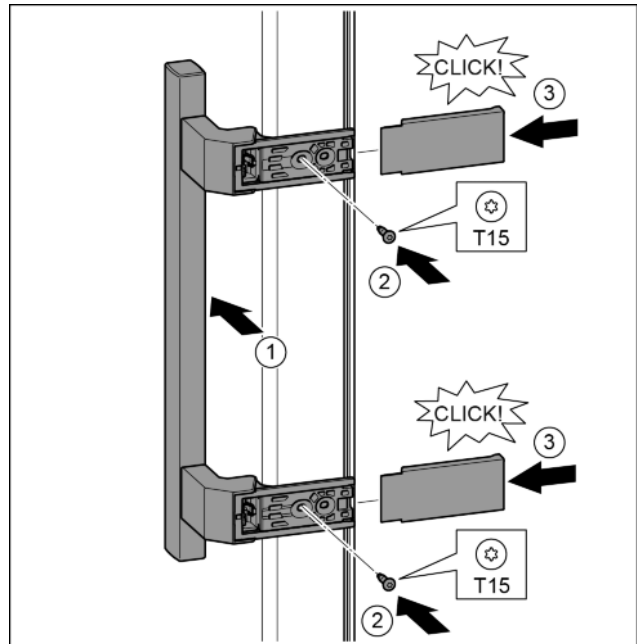

Fig. 37
- ▶ Greep op de tegenoverliggende zijde aanbrengen. *Fig. 37 (1)*
- ▶ Schroeven met schroevendraaier T15 vastschroeven. *Fig. 37 (2)*
- ▶ Afdekkingen zijdelings aanbrengen en erop schuiven. *Fig. 37 (3)*